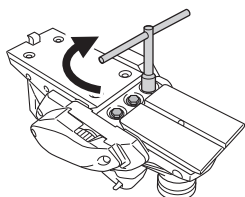

Fig. 18
- (3) Comme indiqué à la Fig. 18, fixer les boulons sur le support de lame lorsque, le remplacement de la lame est maintenant terminé.